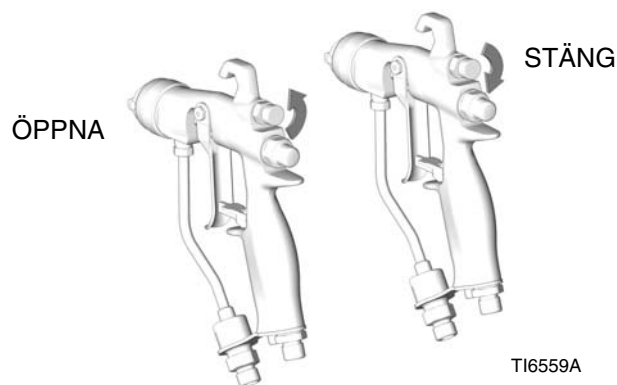

FIG. 13
- Stäng mönsterluften genom att skruva ratten helt medurs (inåt). Se FIG. 13. Detta ställer in pistolen för bredast mönster.
Skruva mönsterluftratten moturs (utåt) för att få smalare mönster. Se FIG. 13. Öka lufttrycket till pistolen något eller byt till munstycksstorlek om strålen fortfarande inte är smal nog. (Finns ej till pistoler med RAC-munstycke.)